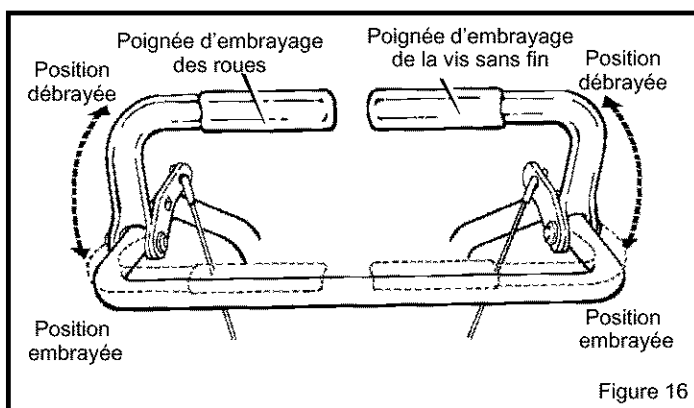

Figure 16
5. Embrayer la vis sans fin à l'aide de la poignée d'embrayage (droite—Figure 16).
IMPORTANT: S'assurer que personne ni aucun obstacle ne soit devant la machine avant d'embrayer la vis sans fin (Figure 16).
6. Embrayer la commande des roues avec la poignée gauche (Figure 16). Lorsque le chasse-neige commence à se déplacer, bien maintenir les poignées sur le guidon et guider le chasse-neige dans la direction voulue. Ne pas pousser le chasse-neige.
7. Pour arrêter le déplacement de la machine, relâcher la poignée de l'embrayage des roues (poignée gauche – Figure 16).
8. Pour arrêter la vis sans fin, relâcher la poignée d'embrayage de la vis sans fin (poignée droite – Figure 16).